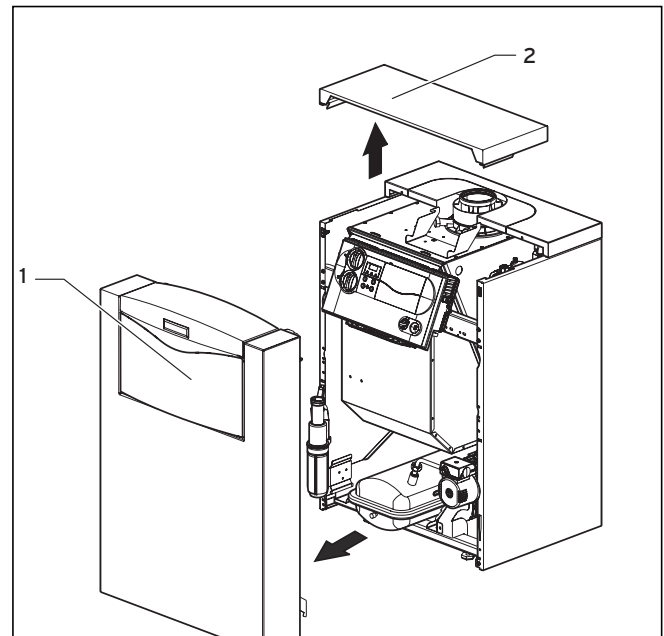

Fig. 8.1 Rimozione del rivestimento
Legenda (fig. 8.1):
- Estrarre il modulo del bruciatore (4) dallo scambiatore termico a condensazione integrale, vedere fig. 8.1.